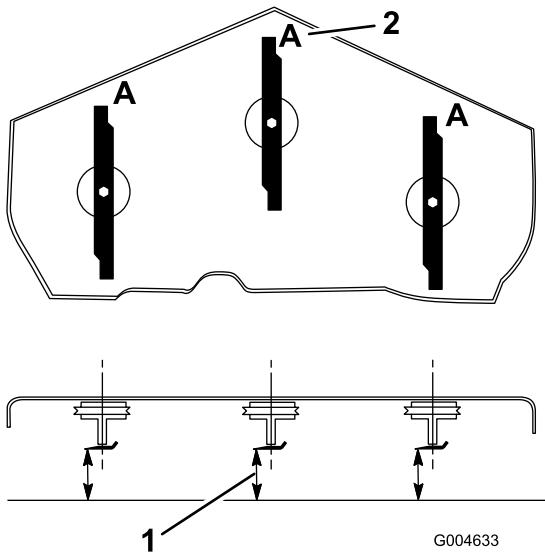

Bild 70
- Drehen Sie die Schnittmesser, bis die Enden nach vorne und hinten gerichtet sind (Bild 70).
Hinweis: Messen Sie von einer ebenen Fläche bis zu den Schnittkante (Position A) der Messer (Bild 70). Notieren Sie diesen Wert.